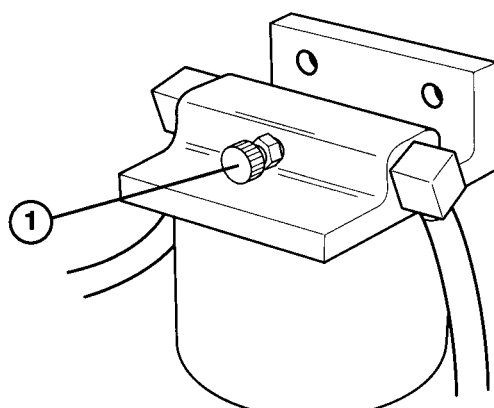

Figure 15
2. Desserrer la vis de purge en haut du filtre à carburant/séparateur d'eau (Fig. 15).